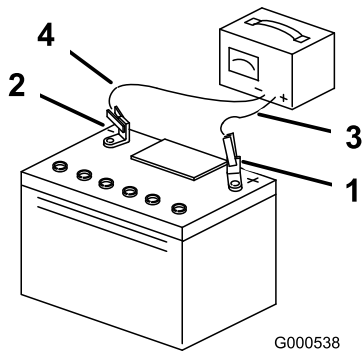

Figura 32
5. Cuando la batería esté completamente cargada, desconecte el cargador del suministro eléctrico, y desconecte los cables del cargador de los bornes de la batería (Figura 32).